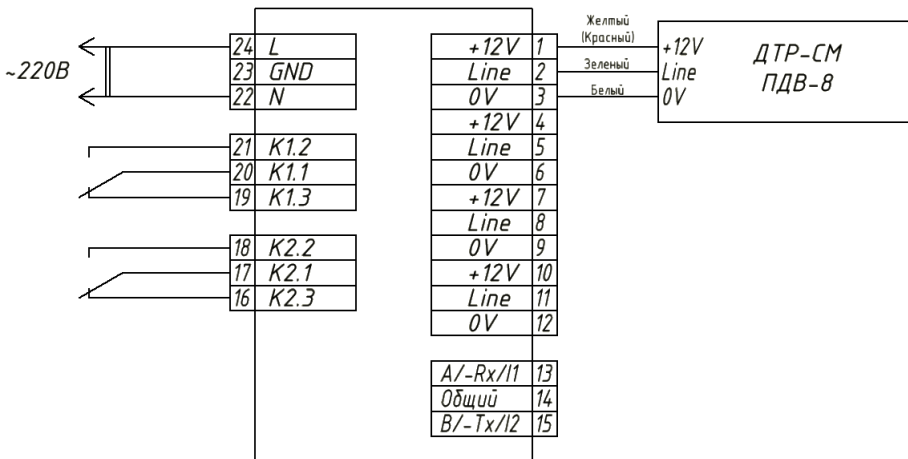

Рис.3. Подключение к блоку индикации измерительных преобразователей ДТР.
5.5. Назначение контактов разъема измерительных преобразователей температуры точки инея приведена на рис.3.